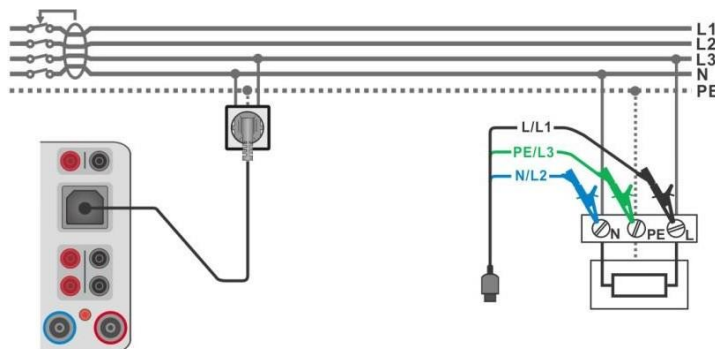

Figura 6.85: Connessione di misurazione automatica
- Collegamento del cavo di test a 3 fili o del cavo di test Plug all'oggetto sottoposto a test, vedere la **figura 6.85**.